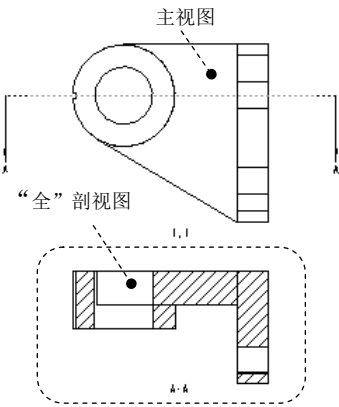
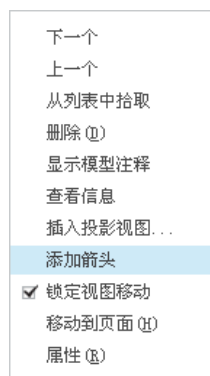

图 6.4.36 “全”剖视图
图 6.4.39 快捷菜单
“全”剖视图如图 6.4.36 所示。
Step1. 选择图 6.4.36 所示的主视图，然后右击，从弹出的快捷菜单中选择插入投影视图命令。
(1) 选择图 6.4.36 所示的全剖视图, 然后右击, 从图 6.4.39 所示的快捷菜单中选择 **添加箭头** 命令。
(2) 在系统 **给箭头选出一个截面在其处垂直的视图。中键取消。** 的提示下, 单击主视图。